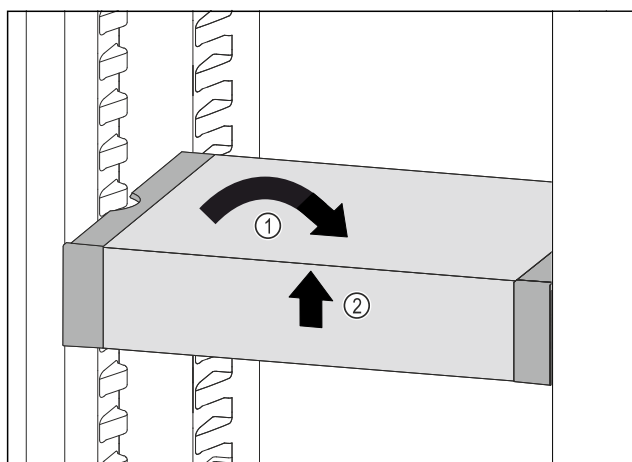

Fig. 152
- VarioSafe gerade stellen. Fig. 152 (1)
- VarioSafe vorne anheben. Fig. 152 (2)